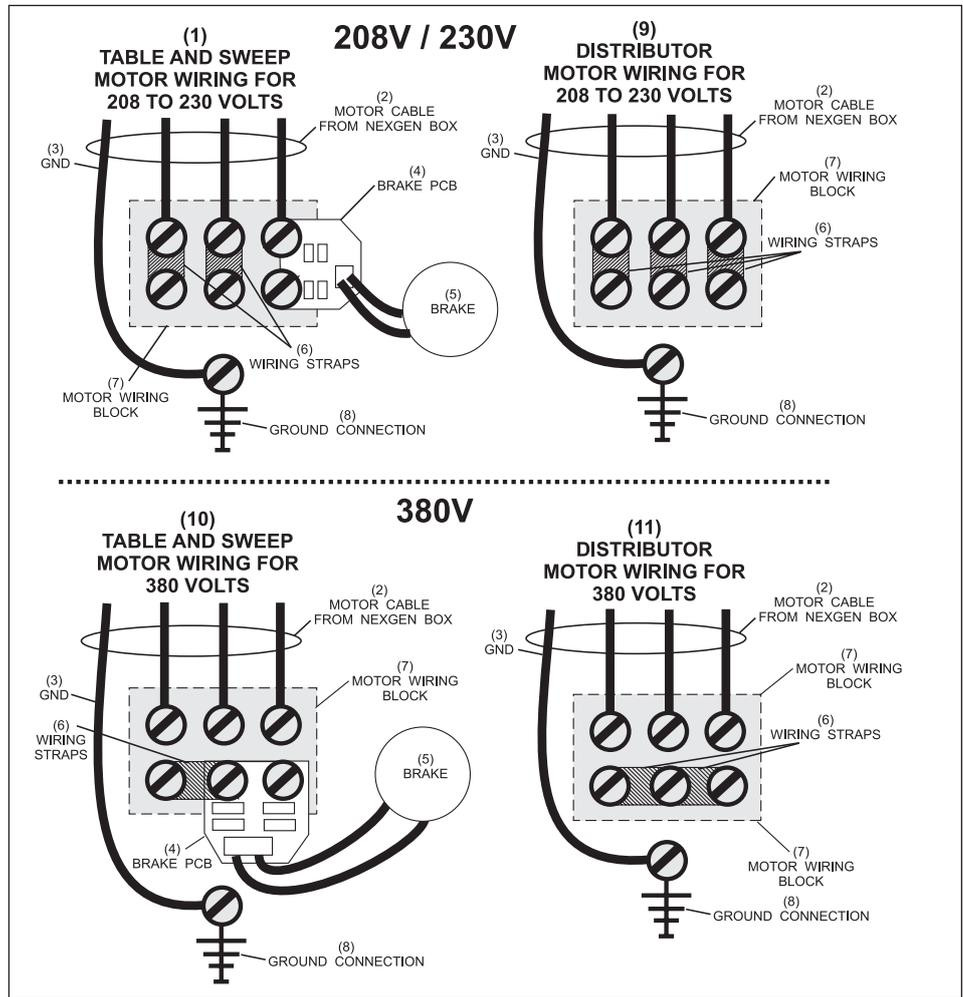

Figure 8-17. Câblage du moteur de plateau, du balai et du distributeur.
7. Installez le moteur sur le déposeur de quilles et câblez-le pour une tension correcte. Vérifiez que les sangles de câbles et la carte à circuit imprimé du frein (si le déposeur en est équipé) sont bien fixées. Reportez-vous aux figures 8-17 et 8-18.